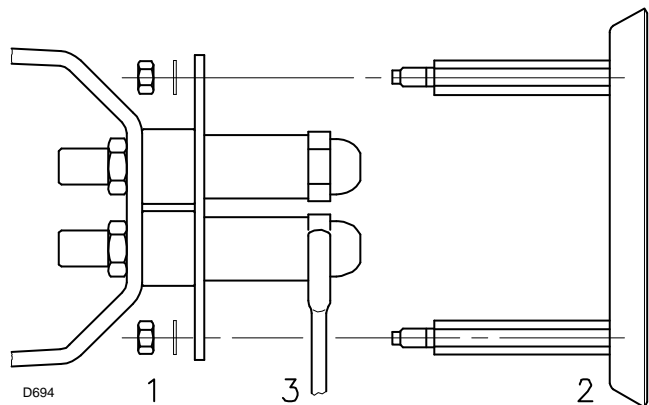

图 11
- 按第 10 页图 (7) 所示，将燃烧器沿滑杆取下。
- 取下螺母 1)( 图 11) 和稳焰盘 2)。
- 使用扳手 3)( 图 11) 更换喷嘴。